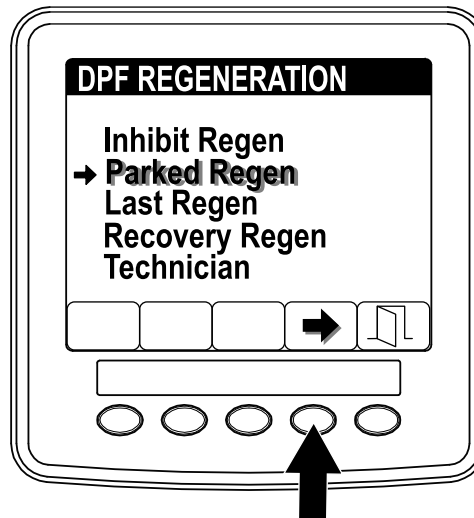

Рисунок 60
11. Когда компьютер двигателя завершает процесс стационарной или восстановительной регенерации, на дисплее инфо-центра появляется информационное сообщение № 1224 (Рисунок 60). Для перехода на главный экран нажмите любую кнопку.